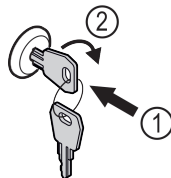

Fig. 205
- Inserire la chiave. Fig. 205 (1)
- Ruotare la chiave di 90° in senso orario. Fig. 205 (2)